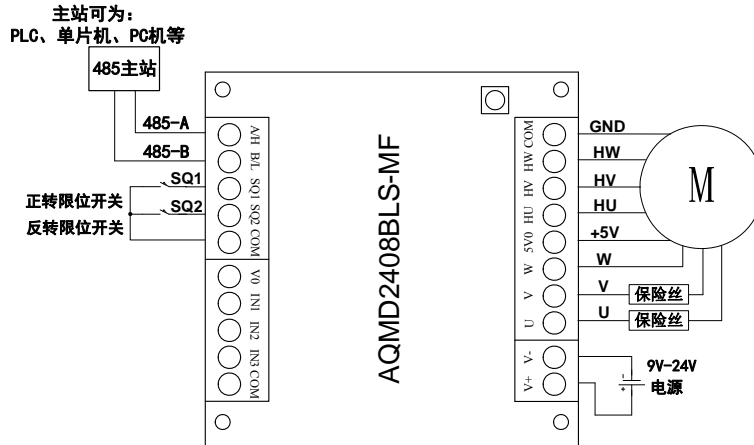

图 3.5 485 通讯电源及电机接线图
- 4) 若主站为 485 设备，485 主站与驱动器的 485/CAN 接口按照 A-A、B-B 的方式连接（为了信号更稳定，可将驱动器的 COM 与主站的信号地相连），如图 3.5 所示，然后接通电源（注意：电源的电压应与电机的额定电压一致，且能够提供的电流大于电机的额定电流）。